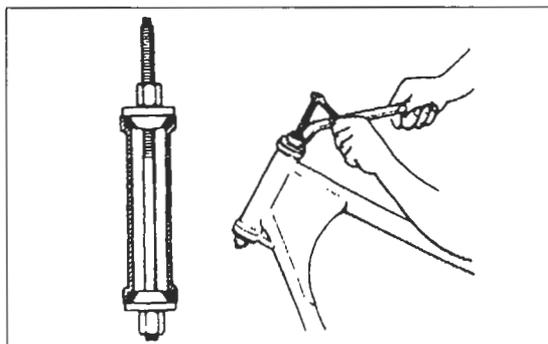

Bild 165
- Lagerschalen in Lenkkopflagersitz mit passendem Rundmaterial eintreiben. Besser mit Gewindestange und passenden Adaptern // Scheiben einziehen (Bild 165). Darauf achten, dass Lagerschalen nicht verkanten und so Lagersitze aufweiten.